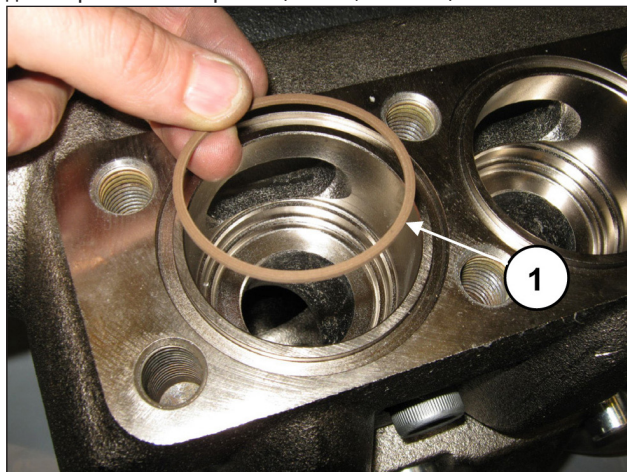

Рис. 160
деталировочном чертеже (поз. ①, Рис. 160).